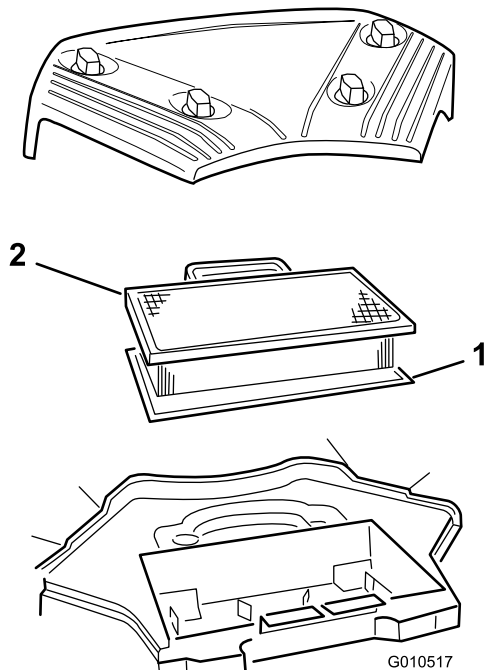

Figure 23
1. Bouton (4)
3. Sortez la cartouche en papier et l'élément en mousse (Figure 23).